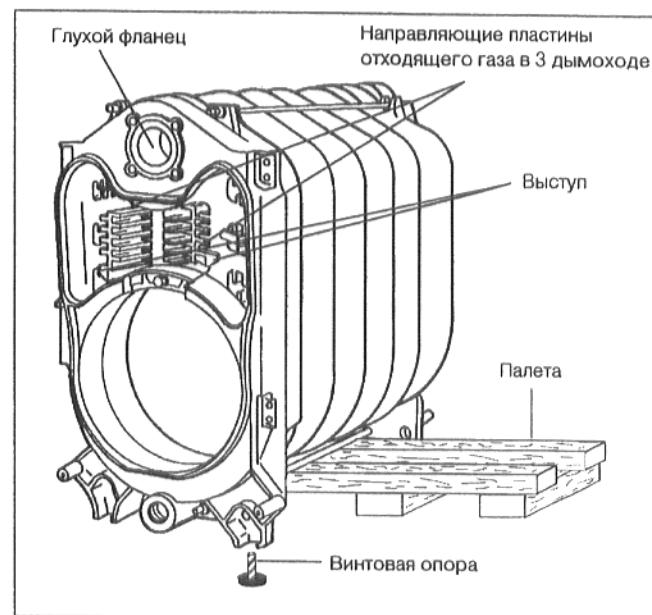

рис. 16
- Направляющие пластины отходящего газа должны быть вставлены в 3 дымоход литыми планками наружу (рис. 16).
- Вставить с одной стороны палету под нижнюю ступицу котла, чтобы котел слегка наклонился в сторону (рис. 16).
- Ввернуть винтовые опоры в передние и задние литые опоры котла (рис. 16).
- Установить посредством машинных винтов глухой фланец с вложенным плоским уплотнительным кольцом перед нижней ступицей котла (рис. 16).